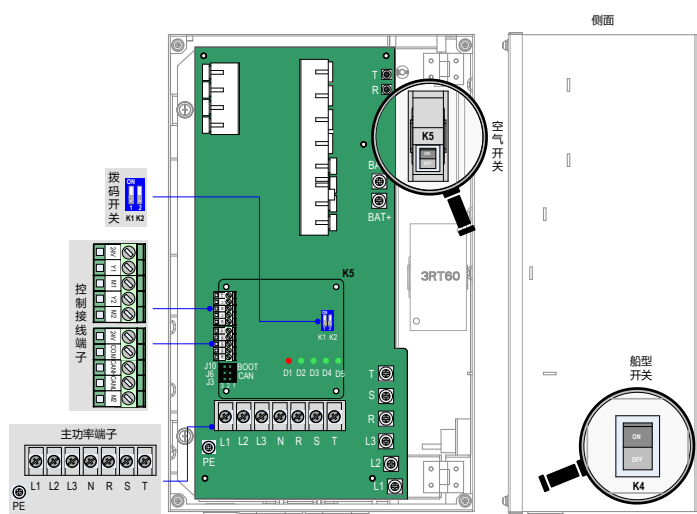

图5 端子分布图
- 确保将ARD的空气开关K5及船型开关K4设置在“OFF”位置，按照图5指导完成接线。